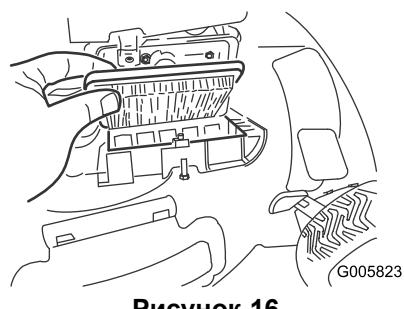

Рисунок 16
- Замените воздушный фильтр (Рисунок 16).